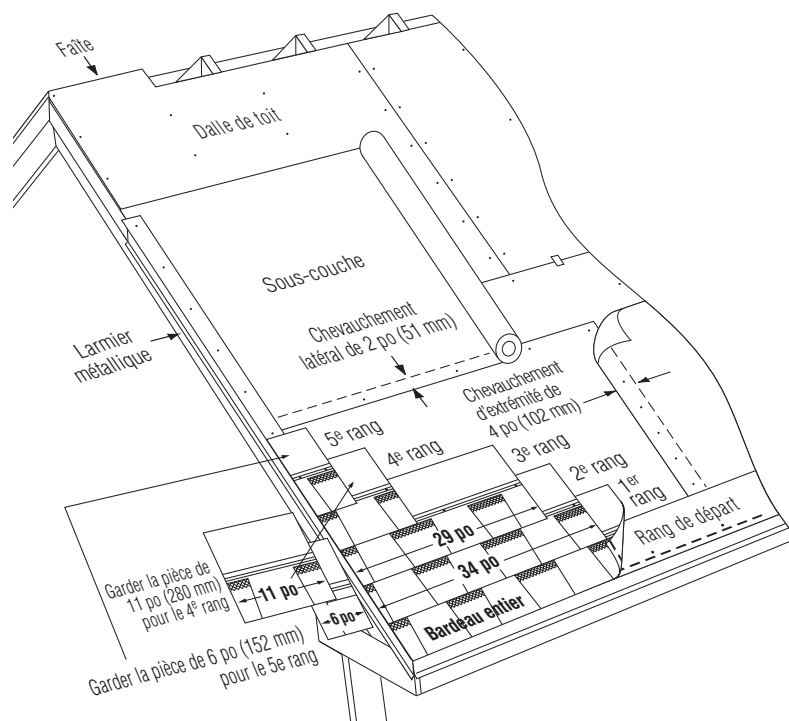

Figure 12-6 : Pose des cinq premiers rangs de Landmark TL.
1. Utiliser des bardeaux de départ SwiftStart® de Certaineed ou des bardeaux autoadhésifs à trois jupes dont les jupes ont été enlevées. S'assurer que les bardeaux de départ sont larges d'au moins 75/8 po (193 mm) (*figure 12-6*).
**PREMIER RANG :** Poser un bardeau entier sur le coin inférieur gauche du toit. Aligner le bord inférieur et le côté gauche du bardeau à égalité avec ceux du rang de départ (*figure 12-6*).